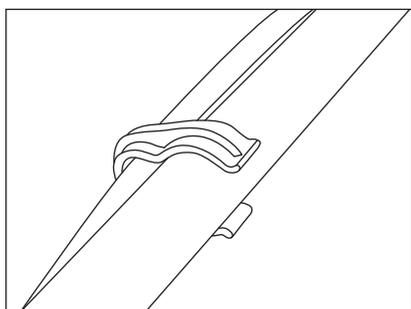

Рис. 3
- Установите скобу фиксации шнура питания на нижнюю стойку и верхнюю рукоятку. Закрепите шнур питания в фиксаторах, убедившись в достаточном провисании шнура (рис. 3).